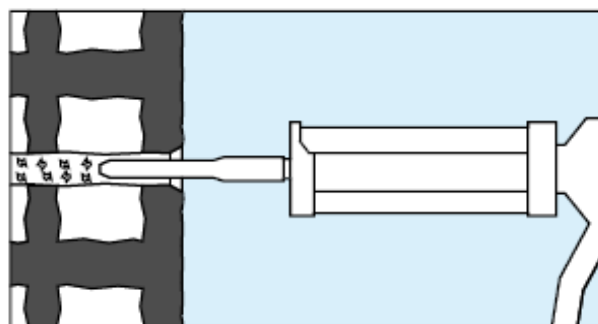

Fig.6
- inserire il beccuccio della pistola e poi, iniettare il prodotto all'interno dell'involucro (fig. 6)